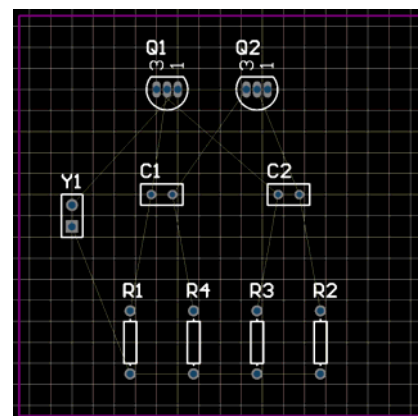

図6 新しいフットプリントとともにボード上に配置されたコンポーネント
2. コンデンサをダブルクリックし、*Component* ダイアログで、**Footprint** フィールドを *RAD-0.1* に変更します。フットプリント名を入力します。あるいは、... button を押して、*Browse Libraries* ダイアログからフットプリントを選びます。**OK** をクリックすると、新しいフットプリントがボード上に現れます。必要に応じて識別子を再配置します。ボードは図6のようになるはずです。